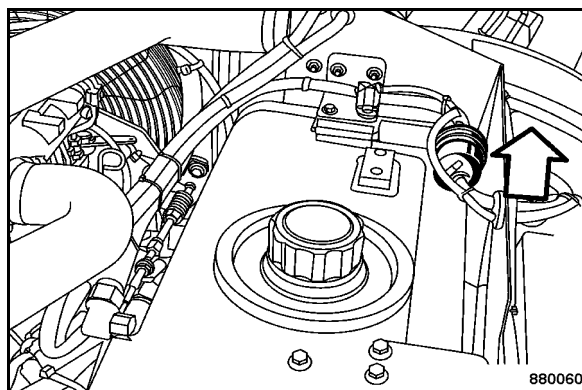

Fig. 155
- Desserrer les colliers de serrage (Fig. 155).